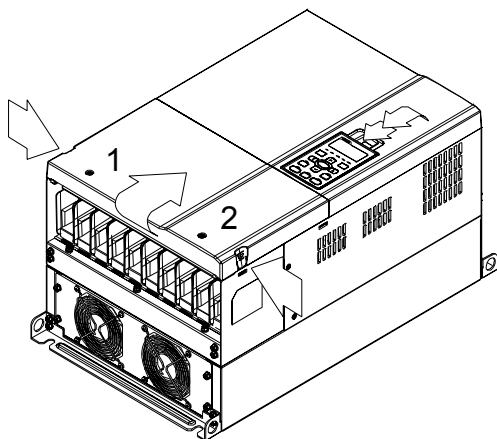

图 1
1. (如图 1)松开螺丝 1、2 后,再按压两侧(如图中 1 箭头指示),移除上盖。按压数字操作器上方,拆下数字操作器。螺丝 1、2『扭力值: 10~12kgf-cm (8.6~10.4in-lbf)』
(1) 松开螺丝(如下图 1~4 所示), 打开上盖(如下图所示)
(2) 松开螺丝(如下图 1~8 所示所示), 『螺丝扭力值: 35~40kg-cm (30.4~34.7lb-in)』